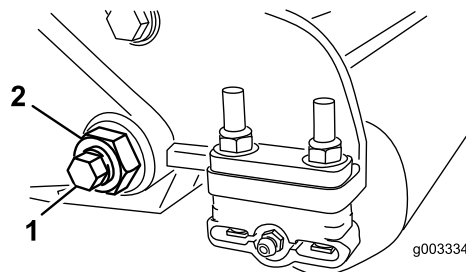

Рисунок 30
3. С каждой стороны машины ослабьте контргайку, крепящую болт планки неподвижного ножа (Рисунок 30).
4. Удалите все болты планки неподвижного ножа, потяните планку вниз и отсоедините ее от машинного болта (Рисунок 30).